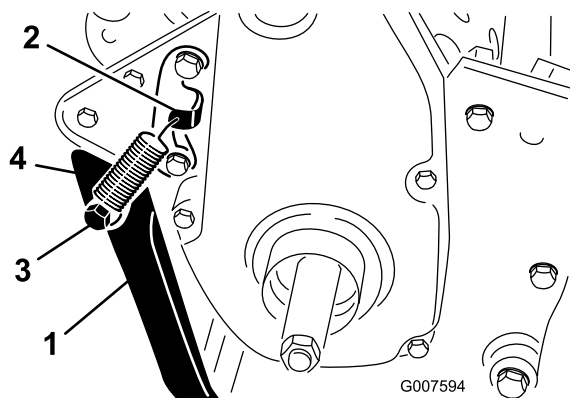

図 8
2. 後フレームについている取り付け穴にキックスタンドを合わせておいて、スプリングを、スプリングブラケットの穴とスプリングスタッドの穴に引っ掛ける図 8。
3. ボルト、ロックワッシャ、スペーサ、平ワッシャ、ロックナットを使って、キックスタンドをフレームの左右に固定する図 8。